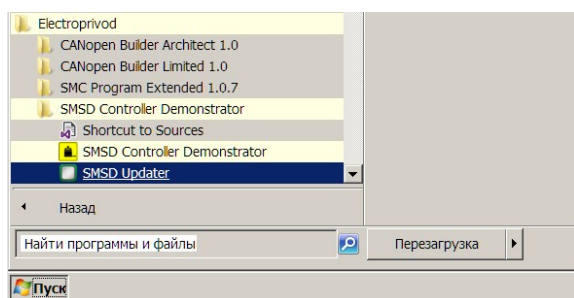
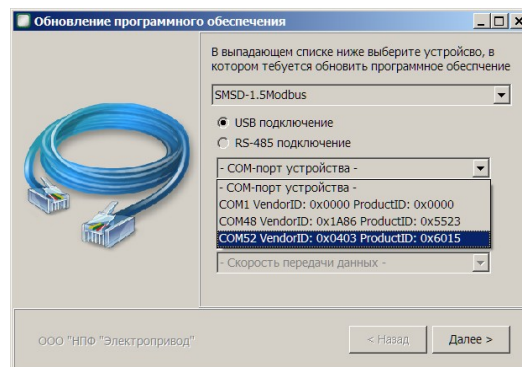

Рисунок 41.
Рисунок 42.
- 3) Запустите SMSD Updater (рис. 41). И выберите COM-порт контроллера (рис. 42). Если контроллер подключен по RS-485 интерфейсу – выберите соответствующий тип подключения и для него укажите параметры связи.